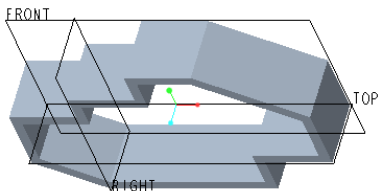
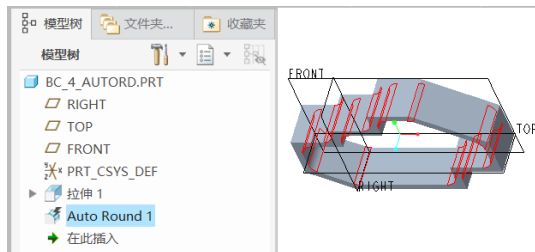

图 4-64 型材模型
图 4-65 完成自动圆角特征
① 在“快速访问”工具栏中单击“打开”按钮，系统弹出“文件打开”对话框，选择配套文件“bc_4_autord.prt”，然后在“文件打开”对话框中单击“打开”按钮。该模型文件中存在着图 4-64 所示一小段型材模型。
② 在功能区“模型”选项卡的“工程”面板中单击“自动倒圆角”按钮，系统打开“自动倒圆角”选项卡。
③ 在“自动倒圆角”选项卡中打开“范围”面板，选择“实体几何”单选按钮，并确保勾选“凸边”复选框和“凹边”复选框。
④ 在“自动倒圆角”选项卡的（凸边半径）文本框中输入“5”，在（凹边半径）框中选择“相同”以设置凹边半径和凸边半径相同。
⑤ 在“自动倒圆角”选项卡中单击“完成”按钮。系统弹出“自动倒圆角播放器”对话框，以显示自动圆角成员的创建过程，最后完成自动圆角特征并自动关闭自动圆角播放器，如图 4-65 所示。